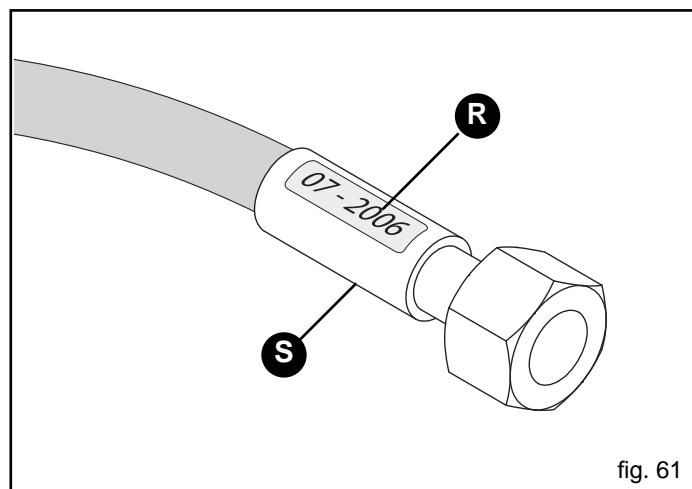

fig. 61
- Ölhdraulische Rohre dürfen nicht länger als 5 Jahre verwendet werden, auch wenn sie nicht benutzt werden (natürliche Alterung). Auf Abbildung 61 (R) ist ein Beispiel zum Produktionsjahr der ölhdraulischen Rohre angegeben.
- Lecks in der Nähe der Einlagen (S, Abb. 61);
- Korrosion der Einlagen (S, Abb. 61);
- mehr als 5 Jahre seit dem Produktionsdatum vergangen sind (R, Abb. 61).